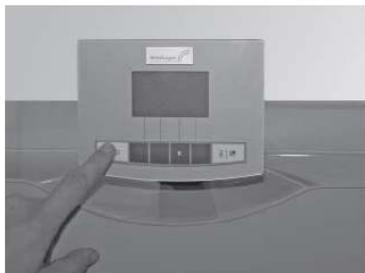

Fig. 122 Spegner la caldaia BioWIN
- Spegnere la caldaia BioWIN premendo il pulsante ON/OFF del pannello InfoWINplus (Fig. 122) e attendere fino al completo spegnimento del display.